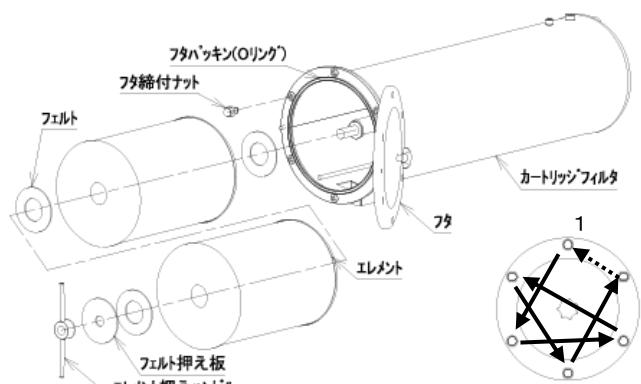

図 11-2
#### 11-3-2.カートリッジフィルタ (図 11-2)
4) フィルタエレメントの交換手順 (図 11-2)
- ④ DO221 (図 11-2):
- ⑧ DO221 (図 11-2):
- ⑨ Oリングに亀裂やキズが無いか、又締付フランジ面にキズや異物が無いか確認してください。
- ⑩ フタを閉め、ナットを均等に締め付けます。(図 11-2)
- ⑪ 液落しバルブを閉じます。